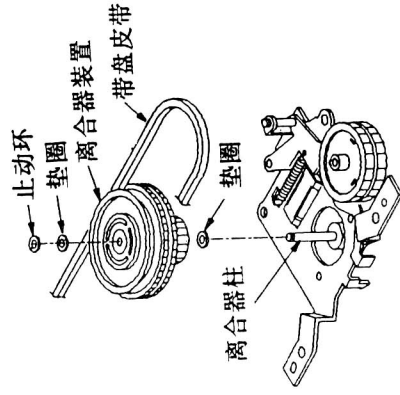

图50
- (13)离合装置的拆装
步骤：①将录像机倒置，取下磁带盘皮带，如图50所示；
②取下止动环，并向上取出离合装置，注意
- ③用清洁工具清洁离合器柱，然后滴1~2滴油；
- ④当更换新的离合器装置后，必须将垫圈重新安装到离合器柱上；
- ⑤重新安装时，注意不要将皮带扭曲；
- ⑥安装完毕后，须进行带盘转矩的检查和调整。